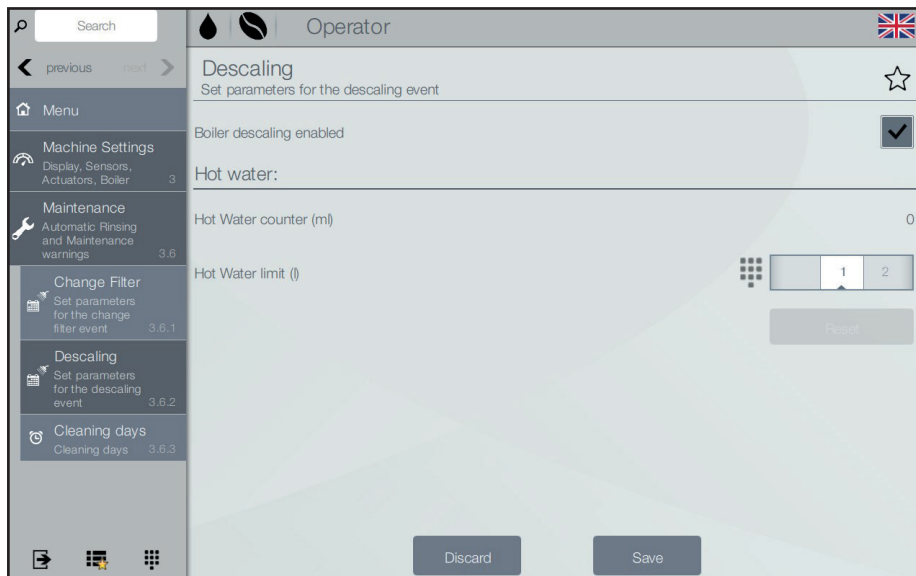

Fig. 6.13- Détartrage
- Activez la fonction de Détartrage si vous préférez détartrer la chaudière et les autres équipements à intervalles réguliers (fig. 6.13).